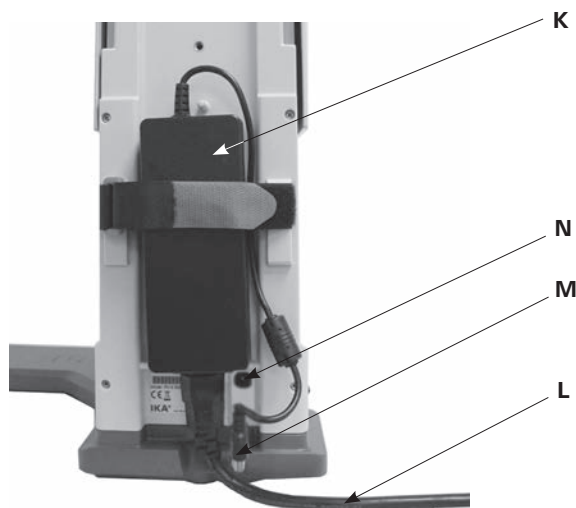

Fig. 9
### 3.) デスクトップスイッチを固定する (Fig. 9)
- 背面に切り替えアダプター (K) を取り付けます。切り替えアダプターの両方のツメを収縮させ、マジックテープで固定します。マジックテープは必ず切り替えアダプターの下に来るようにします。
- 低電圧コネクター (M) をコネクターソケット (N) に接続します。(Fig. 9)
- 切り替えアダプター内の電源コード (L) を差し込み、電源に接続します。